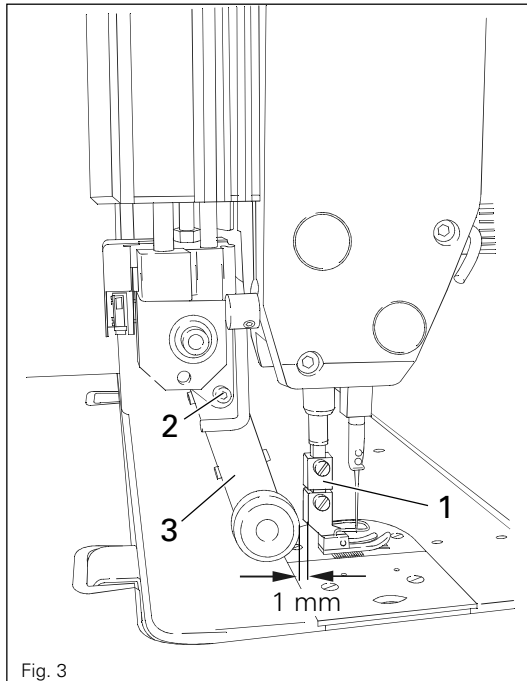

Fig. 3
- Adapter 1 wie in Fig. 3 gezeigt an die Presserstange montieren.
- Mount adapter 1 as shown in Fig. 3.